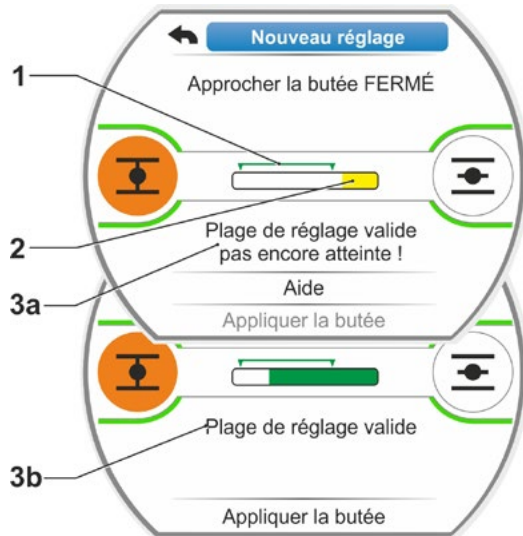

Fig. 10 : déplacement vers la butée FERMÉ en cas de déconnexion en fonction de la course
- a) Déplacer le servomoteur jusqu'à ce que la vanne atteigne la position de butée. Pendant le déplacement, observer la vanne. Le visuel indique si la plage de réglage valide (Fig. 10, Pos. 1) est atteinte (3b) ou ne l'est pas encore (3a) et la couleur de la barre de progression (2) passe en conséquence du jaune au vert.